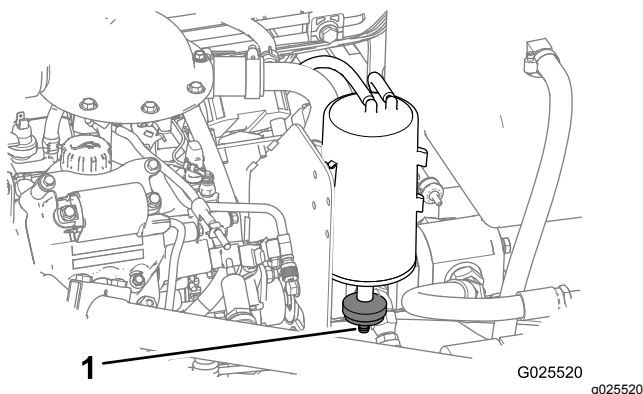

Bild 47
1. Ermitteln Sie den Luftfilter an der Unterseite des Aktivkohlefilters (Bild 47).